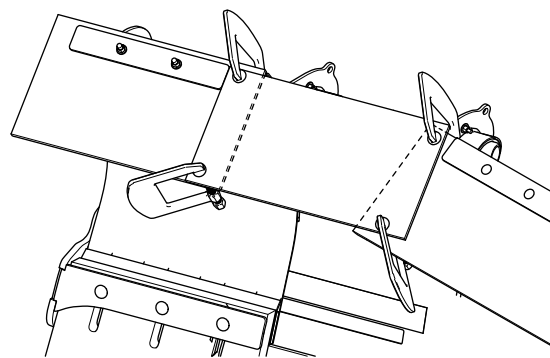

Bild 15
8. Klemmen Sie die mittleren Lamellenstücke fest (Bild 15), nachdem Sie diese wie folgt ausgerichtet haben: